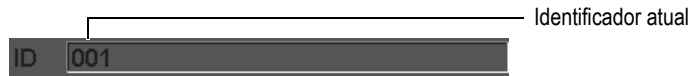

Figura 5-7 Barra do identificador de arquivo com exemplo de ID
A barra de identificação de arquivo aparece na parte superior esquerda da tela principal e mostra o nome do identificador aberto (ID) [veja exemplo no Figura 5-7 na página 90].